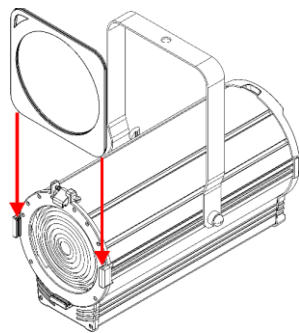

Fig. 12
- 03) Inserire il portagelatina negli appositi **supporti del portagelatina (04)** (vedere Fig. 12).